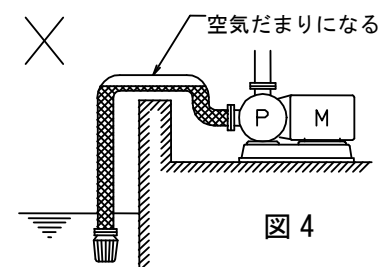

図4
- (d) 吸込配管は図4のように配管の途中に空気だまりになる凸部を作らないようにしてください。空気だまりのために揚水できなかつたり、ドライ運転になってポンプ内しゅう動部を焼きつかせるおそれがあります。